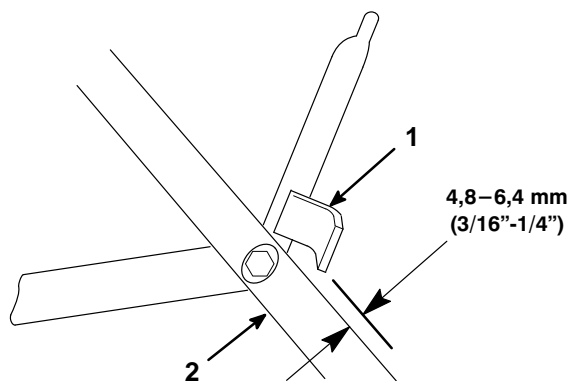

Abbildung 29
2. **ÜBERPRÜFUNG DER EINSTELLUNG** (Abb. 29) — Den Fahrtriebshebel zur Griffstange ziehen, bis der Durchhang aus dem Kabel beseitigt ist. Der Abstand zwischen Bremshebel und Griffstange muß 4,8-6,4 mm (3/16"-1/4") betragen. Zur Einstellung siehe Schritt 3.